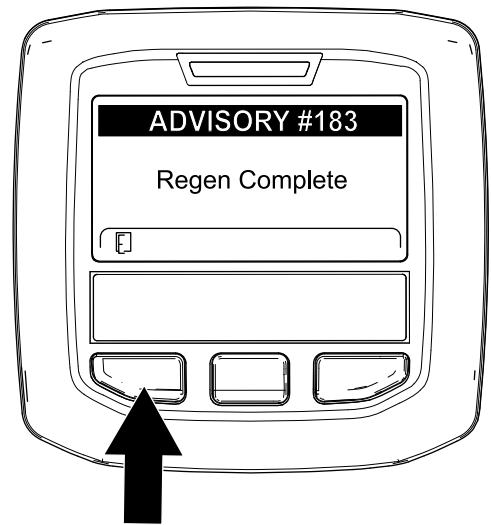

Figura 65
9. Cuando el ordenador del motor finaliza una regeneración con la máquina aparcada o una regeneración de recuperación, el InfoCenter muestra ADVISORY #183 (Aviso n.º 183) (Figura 65). Pulse el botón de la izquierda para salir a la pantalla de inicio.